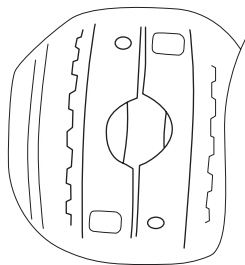

Рис. 8
11. Совместите пазы под ось сателлитов на распорных муфтах [3] и протолкните штифты через окна в противоположные муфты (Рис. 8).